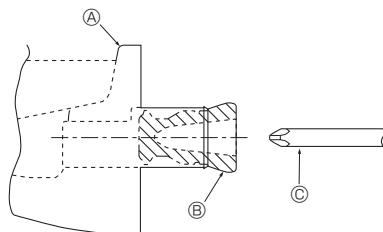

Fig. 5-1
- Ved røropplegg fra venstre side skal gummipluggen føres inn i høyre avløpsåpning. (Fig. 5-1)
- ① Dreneringsspanne
② Plugg
③ Før skrutrekkeren el.l. godt inn i pluggen.